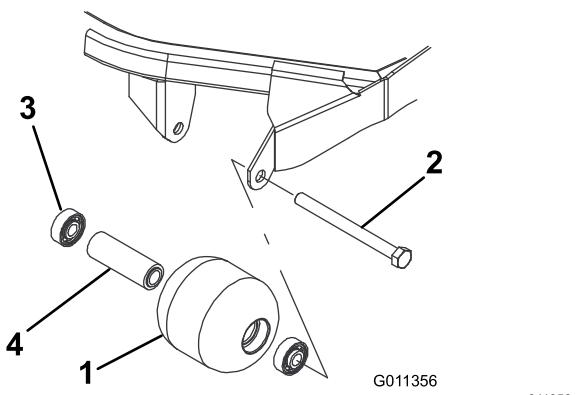

Рисунок 97
- Снимите болт крепления валика (Рисунок 97).
4. Осмотрите корпус, подшипники и распорную втулку подшипника валика на наличие повреждений (Рисунок 97). Замените все поврежденные компоненты и соберите их.
1. Запрессуйте передний подшипник в корпус валика (Рисунок 97). Прикладывайте усилие только к наружному кольцу или одинаковое усилие к внутреннему и наружному кольцам.
2. Вставьте втулку подшипника (Рисунок 97).
3. Запрессуйте второй подшипник в корпус валика (Рисунок 97). Запрессуйте, нажимая с одинаковым усилием на внутреннее и наружное кольца до тех пор, пока внутреннее кольцо не войдет в контакт с проставкой.